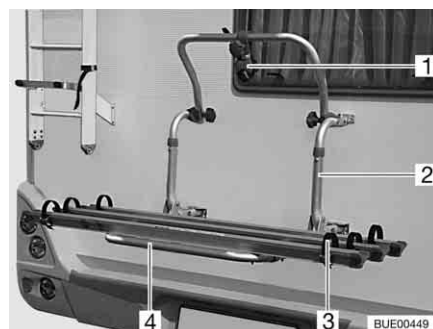

Fig. 4 Portabicicletas, no descendible
Con el portabicicletas (Fig. 4,2) se pueden transportar cómodamente 2 bicicletas. Es posible ampliarlo a 3 bicicletas.
- Plegar hacia abajo estribo telescópico giratorio (Fig. 4,4).
- Colocar las bicicletas y atarlas con correas de cierre rápido (Fig. 4,3).
- Sujetar la barra de arriostramiento (Fig. 4,1) al marco de la bicicleta exterior.